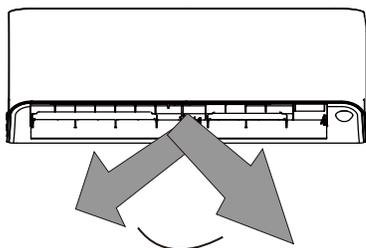

Fig. 15 – Position horizontale du volet
1. Appuyez une fois sur **SWING ↔** (débit d'air vers la gauche/vers la droite) sur la télécommande pour activer le volet. Chaque fois que vous appuyez sur **SWING ↔** (débit d'air vers la gauche/vers la droite), le volet se déplace de 6 degrés. Appuyez sur **SWING ↔** jusqu'à ce que la position souhaitée soit atteinte (voir fig.15).